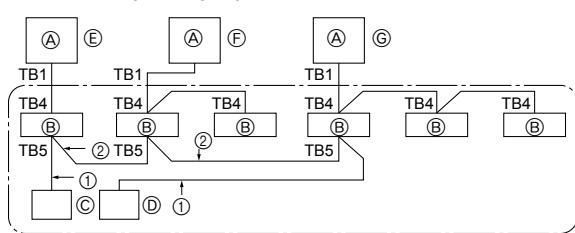

Fig. 9-1
① Tilslut strøm (hovedafbryder).
② Efter at gasstopventilen er lukket, sættes SWP-kontakten på kontrolpanelet på udendørs enheden til ON. Kompressoren (udendørs enhed) og ventilatorerne (indendørs og udendørs enhed) starter og opsamlingen af kølemidlet begynder. LED1 og LED2 på kontrolpanelet på udendørs enheden er tændt.
③ Fordi enheden automatisk stopper i løbet af ca. to til tre minutter efter afslutningen af kølemiddlel opsamlingen (LED1 og LED2 er tændt), skal det sikres, at gasstopventilen lukkes hurtigt. Når LED1 og LED 2 er tændt og udendørs enheden er stoppet, skal væskestopventilen åbnes helt, hvorefter trin ② gentages efter tre minutter.
④ Afbryd strømmen (hovedafbryder).
9. Systemkontrol (Fig. 9-1)